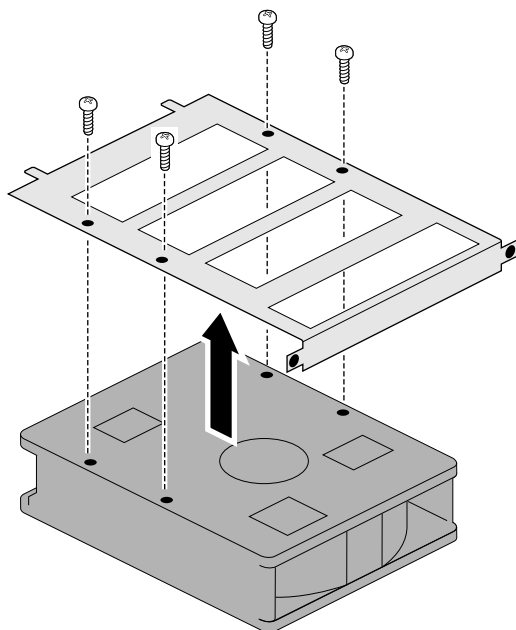

Figura 4-19 Separando o trilho de montagem da unidade
6. Separe o trilho de montagem da unidade desatarraxando os quatro parafusos que fixam a parte superior do trilho à unidade. Veja a Figura 4-19.